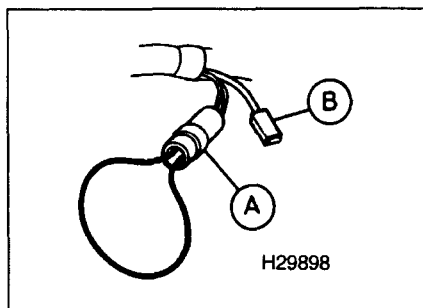
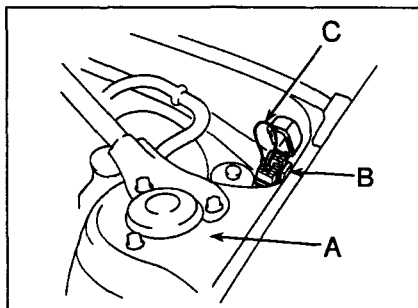

Рис. 34.1. 2-штырьковый и одноштырьковый диагностические разъемы объединены в единый жгут
Рис. 34.2. Типичное расположение многоштырькового диагностического разъема
Самые ранние модели Toyota с системой управления TCCS были оснащены 2-штырьковым и одноштырьковым диагностическими разъемами, объединенными в единый жгут (см. рис. 34.1). Эти разъемы располагаются рядом с мотором стеклоочистителей или рядом с распределителем.
В этих моделях (с датчиком абсолютного давления во впускном коллекторе) установлены 2-штырьковый и одноштырьковый диагностические разъемы, объединенные в единый жгут (см. рис. 34.1), или установлен многоштырьковый разъем (см. рис. 34.2). Жгут из двух разъемов расположен рядом с мотором стеклоочистителя или рядом с распределителем. Многоштырьковый разъем обычно расположен рядом с аккумулятором. Все модели с многоштырьковым разъемом имеют датчик абсолютного давления во впускном коллекторе.
На этих моделях установлен многоштырьковый разъем (см. рис. 34.2). В большинстве моделей этот разъем устанавливается и по настоящее время. Этот разъем расположен рядом с аккумулятором. В моделях Previa разъем расположен сбоку сиденья пассажира.
- 3 Соедините перемычкой клеммы 2-штырькового разъема (см. рис. 34.1).
- 10 Соедините перемычкой гнезда диагностического разъема (см. рис. 34.1).